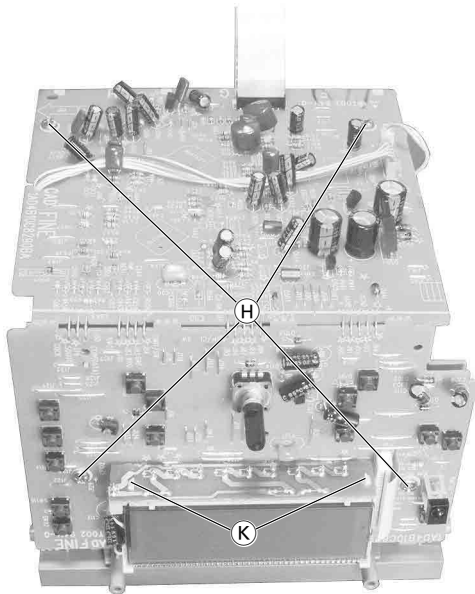

Fig. 5
- 4 Schrauben (H) (Fig. 5) herausdrehen.
- 2 Rastnasen (K) ausrasten (Fig. 5) und Displaybeleuchtung abnehmen.
- Undo 4 screws (H) (Fig. 5).
- Disengage 2 catches (K) (Fig. 5) and remove the Display Illumination.